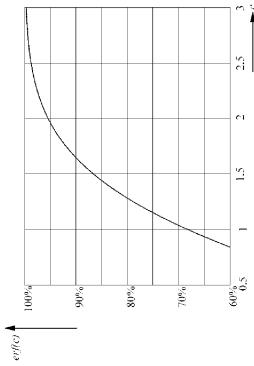
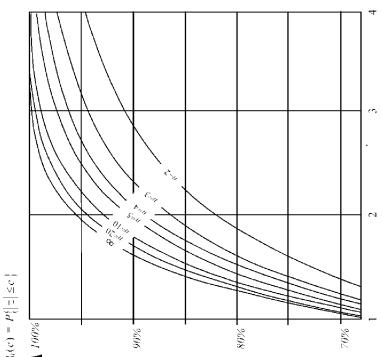

Bild 4: Die Gaußsche Fehlerfunktion
Bild 5: Die Statistische Sicherheit mit der Student-t-Verteilung
- Hinweis:** Die Gaußsche Fehlerfunktion finden Sie in Bild 4 und die statistische Sicherheit mit Hilfe der Student-t-Verteilung in Bild 5.